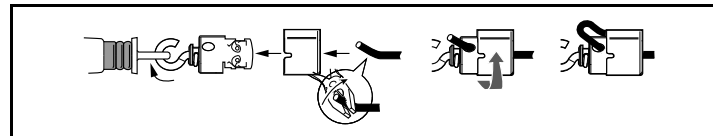

Abb. 5: Montage der ersten Seilklemme
- Seil entsprechend Abb. 5 mit Seilklemme verbinden und Seilklemme in Seilzugschalter einhängen. Anschließend Gelbe Kappe wieder aufstecken.
- Seilende kürzen und entsprechend Abb. 5 in Seilklemme versorgen.